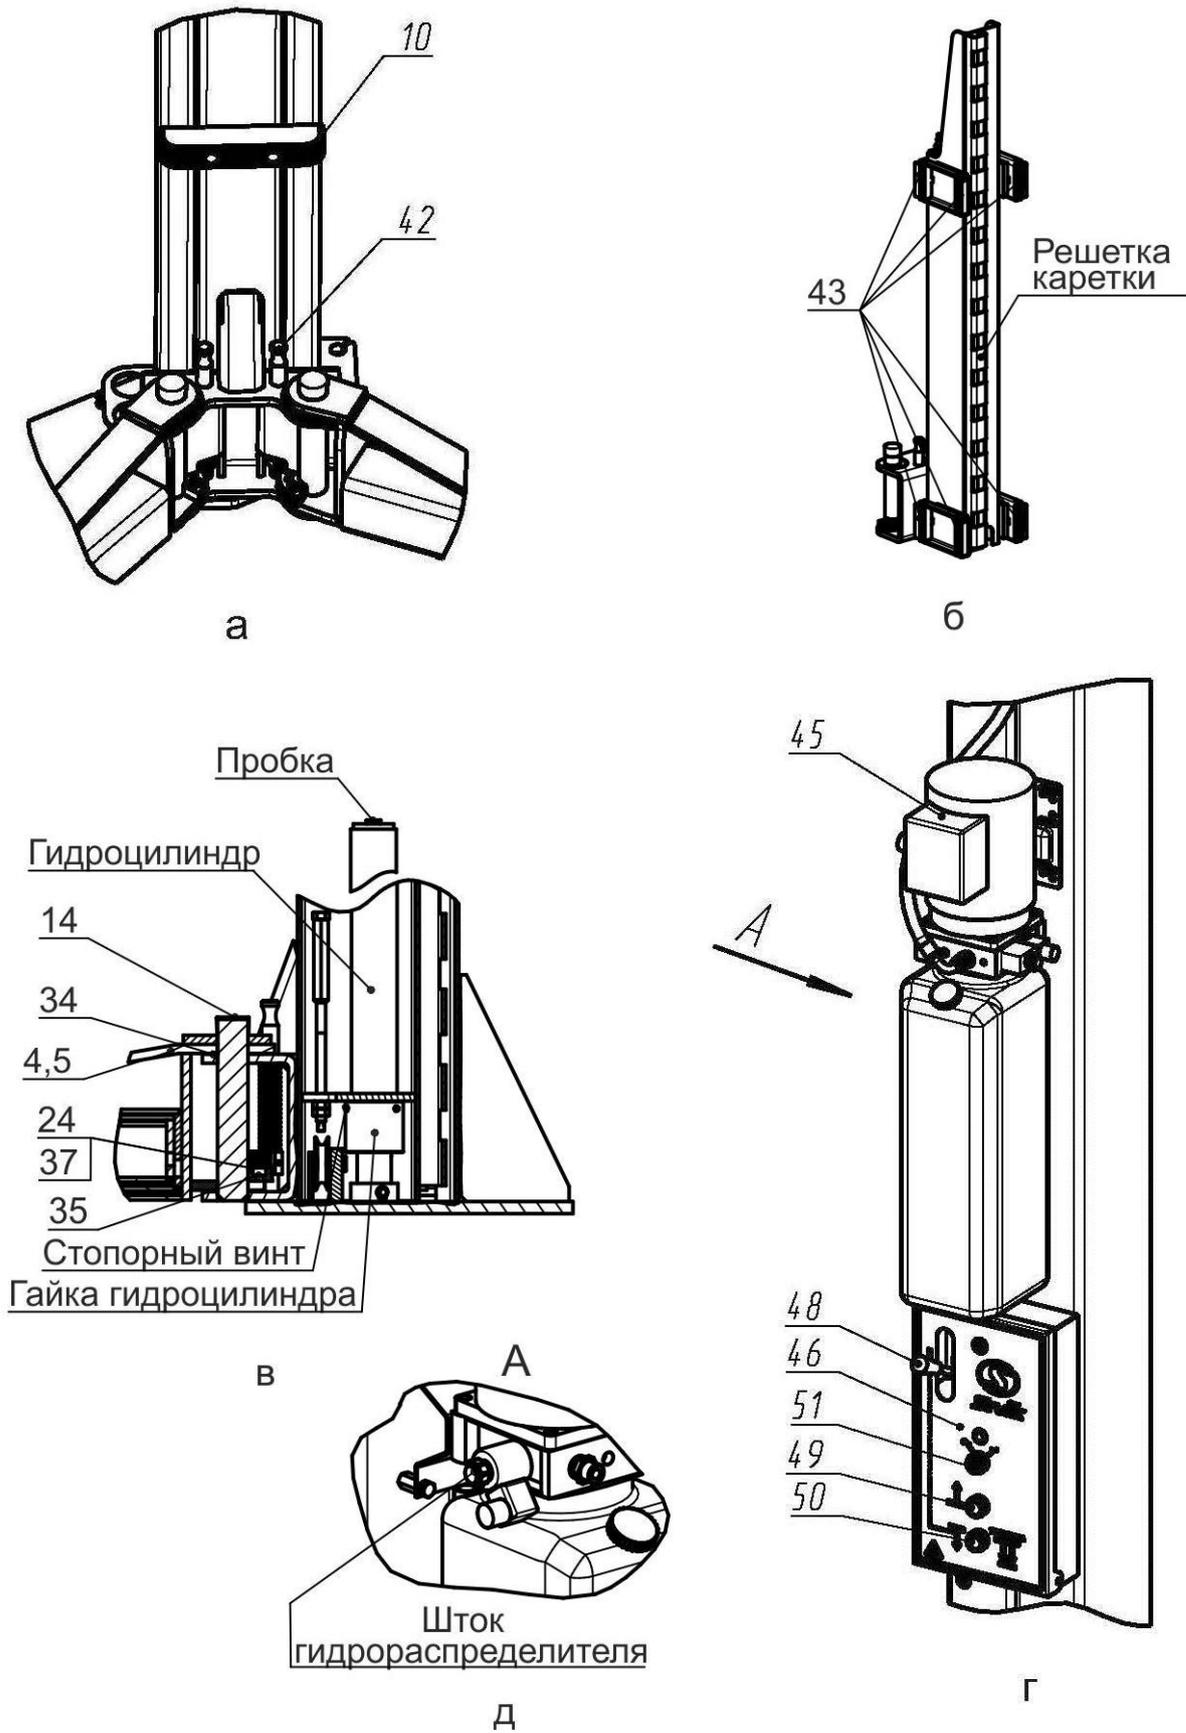

Рисунок 4.1 – Виды подъемника
Подъемник (рисунок 3.1) состоит из двух стоек коробчатого сечения - правой 1 и левой 2, соединенных между собой перекладиной 3. В стойках размещены каретки 63 с закрепленными на них поворотными телескопическими подхватами 4 и 5 разной длины. На концах подхватов 4, 5 установлены опоры 7, подставки опоры 8, 9. Подхваты фиксируются стопорными устройствами 42 (рисунок 4.1 а), автоматически срабатывающими при подъеме автомобиля. При опускании кареток 63 в крайнее нижнее положение происходит автоматическое расстопорение подхватов 4 и 5. Каретки 63 приводятся в движение гидравлическими цилиндрами, установленными внутри стоек. Подъемник снабжен системой 62 тросовой синхронизации движения кареток 63.
Каждая каретка 63 (рисунок 4.1 б) снабжена полиамидными ползунами 43, скользящими по беговым дорожкам стоек 1 и 2. Каретки фиксируются на требуемой высоте стопорами-защелками 44 (рисунок 3.1), закрепленными на стойках 1,2 и входящими в зацепление с решетками на каретках 63.
На правой стойке (рисунок 4.1 г) размещена насосная станция 45 с пультом управления 46. Внутри насосной станции 45 находится клапан предохранительный, предотвращающий перегрузку в гидросистеме. Клапан предохранительный настроен на заданное давление и опломбирован.
Для предотвращения повреждения дверей автомобиля (при открывании) на каретки 63 установлены накладки 10, фиксируемые винтами М8х30, шайбами 8Г и шайбами 8 (рисунок 3.1 и рисунок 4.1 а).
Управление подъемником осуществляется рычагом 48 (рисунок 4.1 г) и двумя кнопками 49 и 50, установленными в пульте управления 46. Рычагом 48 осуществляется расстопорения кареток 63, а кнопками 49 и 50, подъем (кнопка 49) и опускание (кнопка 50) кареток 63.
ВНИМАНИЕ! Перед сборкой проверить затяжку гаек гидроцилиндров и стопорных винтов (рисунок 4.1 в).
Для того чтобы проверить срабатывание упругой тяги 55, необходимо одному человеку прижать рукой защелку 44 к стойке 2, а другому повернуть рычаг 48 (рисунок 4.1 г) на себя. Упругая тяга 55 должна вытянуться на полный ход штока.
При повороте рычага 48 (рисунок 4.1 г) защелки на левой и правой стойки должны срабатывать одновременно. При отпуске рычага 48, защелки на левой и правой стойке должны вернуться в исходное положение. Регулировка проводится выборкой слабины тросика 52 и обжатием петли от вытягивания зажимом 13.
6.9 Открутить пробку бака насосной станции 45 и залить масло (около 12 л) до верхней метки «МАХ» (рисунок 4.1 г). Уровень масла контролировать визуально. Установить пробку бака на место.
- кратковременным нажатием на кнопку 49 (двигатель должен работать, вращение крыльчатки по стрелке на кожухе эл. двигателя, а из бака должно убывать масло, рисунок 4.1 г).
- отвернуть пробки у каждого гидроцилиндра на один оборот (рисунок 4.1в)